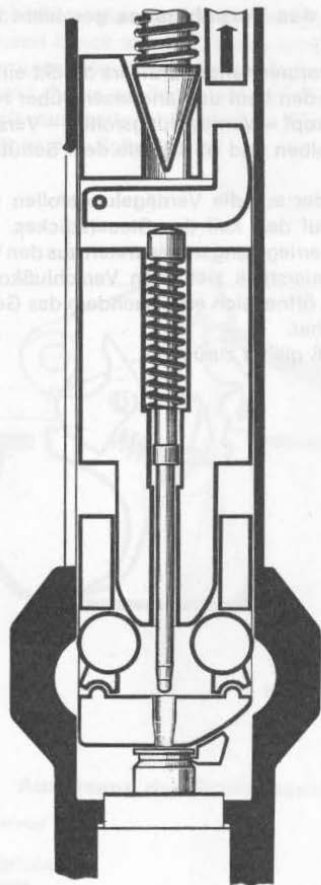

Bild 18
- 20 Die **Entriegelung des Verschlusses** geschieht folgendermaßen (Bild 18):